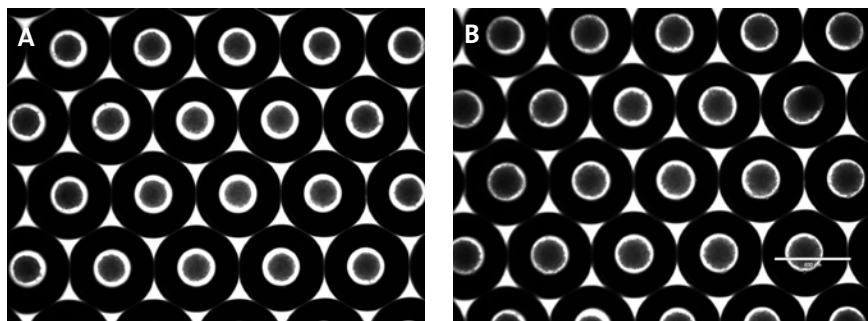

図 7. 解離処理前 (A) およびトリプシン / EDTA 溶液で 10 分間処理した後 (B) の Corning® Elplasia® 12K フラスコ中で 7 日間培養した HT-29/GFP (ヒト結腸がん) スフェロイド。画像は対物レンズ 2 倍の EVOS FL 顕微鏡で撮影した。
- 解離の準備が整ったときには、スフェロイドは大きく見え、形状が失われます (図 7)。